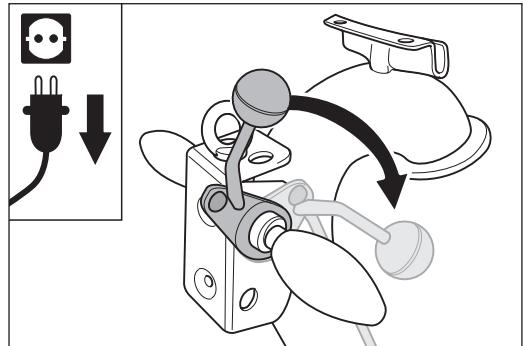

Abb. 23 Den Ablasshebel am Handgriff nach unten drücken. Dadurch wird die Schleifwalze auf den Boden abgesenkt.
- Drücken Sie den Ablasshebel am Handgriff nach unten (Abb. 23). Dadurch wird die Schleifwalze auf den Boden abgesenkt.